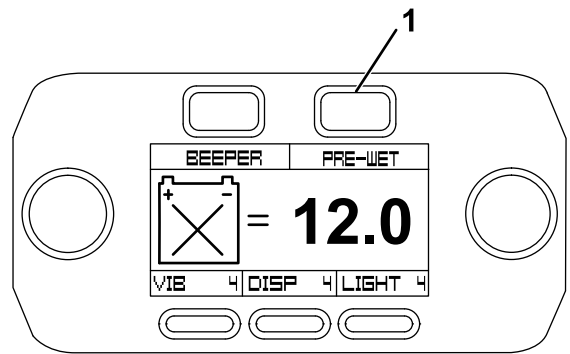

Bild 41
2. Betätigen Sie die Taste „Pre-Wet“ [Vorbenetzen] (Bild 41).